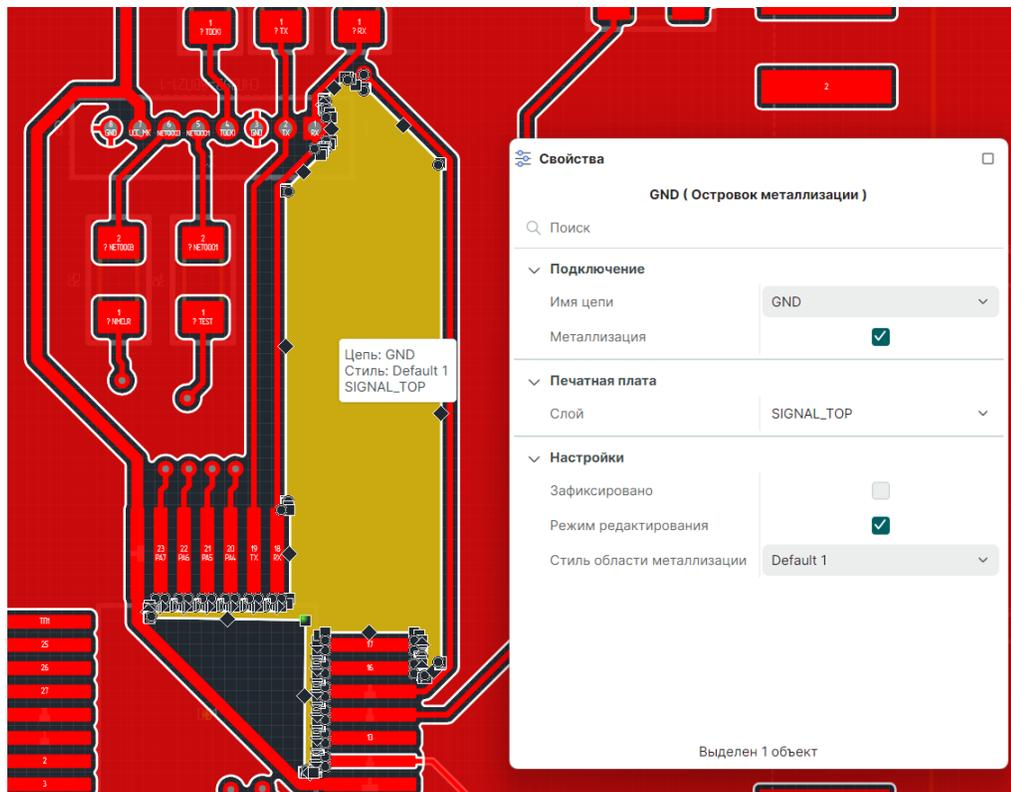

Рис. 461 Измененная геометрия островка металлизации
4. Завершите перемещение точек трансформации, геометрия островка изменена, см. Рис. 461.